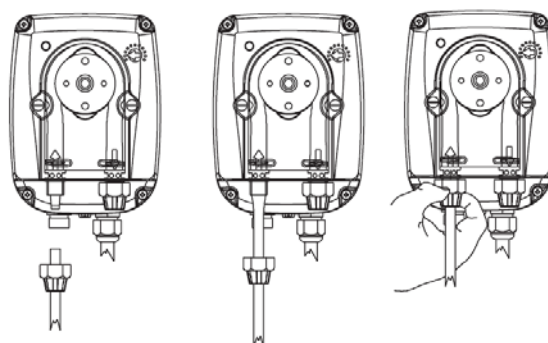

Рис. 6
d. – Пропустите шланг через гайку, одновременно проталкивая и вращая, вставьте шланг в коническое соединение ниппеля (зажим шланга), поворотом гайки зафиксируйте шланг. (Рис. 6)